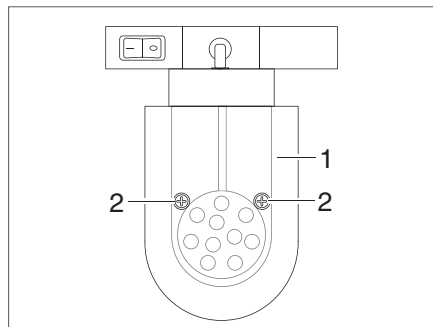

Bild 157 Halogenspotleuchte (verschiebbar)
- Befestigungsschrauben (Bild 157,2) lösen.
- Lampenglas (Bild 157,1) vorsichtig abnehmen.